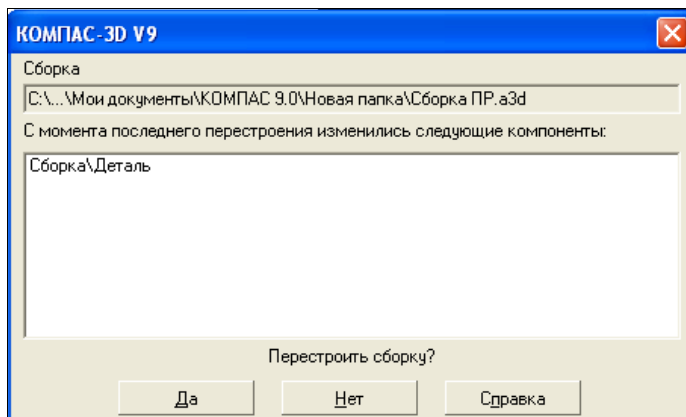

Рис. 44.9. Диалоговое окно о перестройке сборки
- ◆ на панели инструментов **Текущее состояние** нажмите кнопку **Редактировать на месте**. Система выведет на экран запрос системы о перестройке сборки (рис. 44.9);